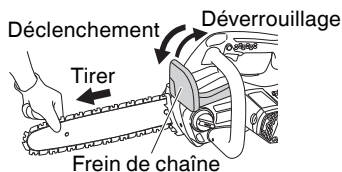

Fig. 13
3. Contrôle du fonctionnement du frein de chaîne (Fig. 13)